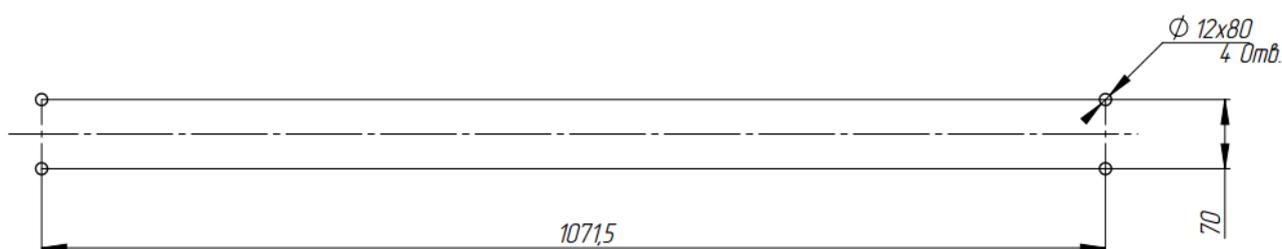

Рис. 3. Установочные размеры
2. В соответствии с рис. 3 выполните на установочной поверхности разметку и разделку отверстий под анкерные болты для монтажа калитки.